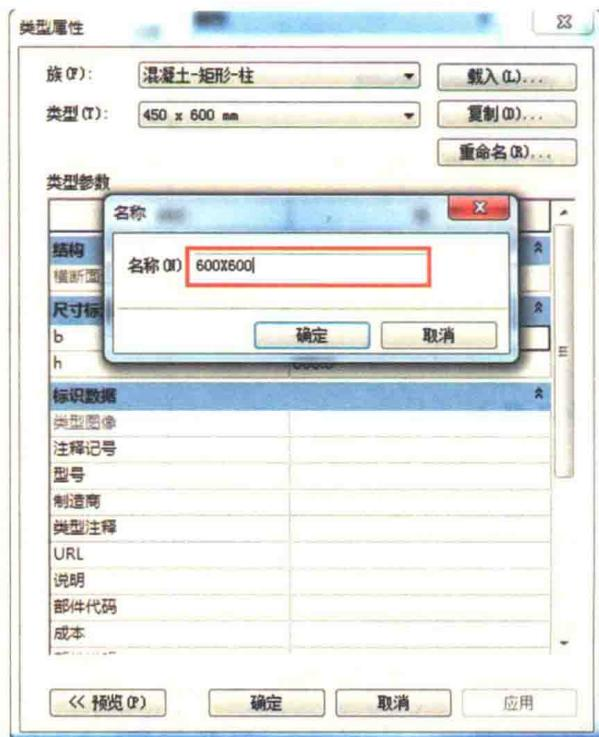

图 1-2-3
(3) 如图 1-2-3 所示, 在【类型属性】对话框中, 单击【复制】按钮, 在弹出的【名称】对话框中输入“600×600”作为新类型名称, 完成后单击【确定】按钮返回【类型属性】对话框。